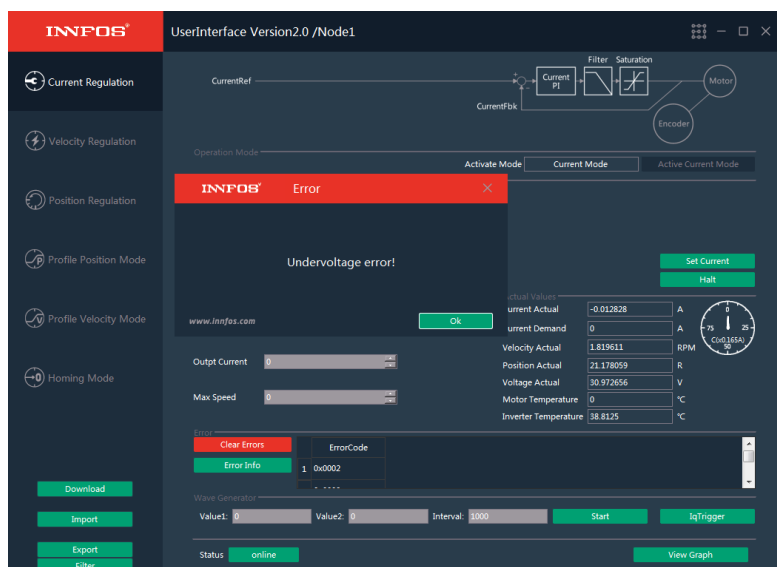

图 54
1. 当有错误出现时，错误框内会提示错误内容，如图 54 所示